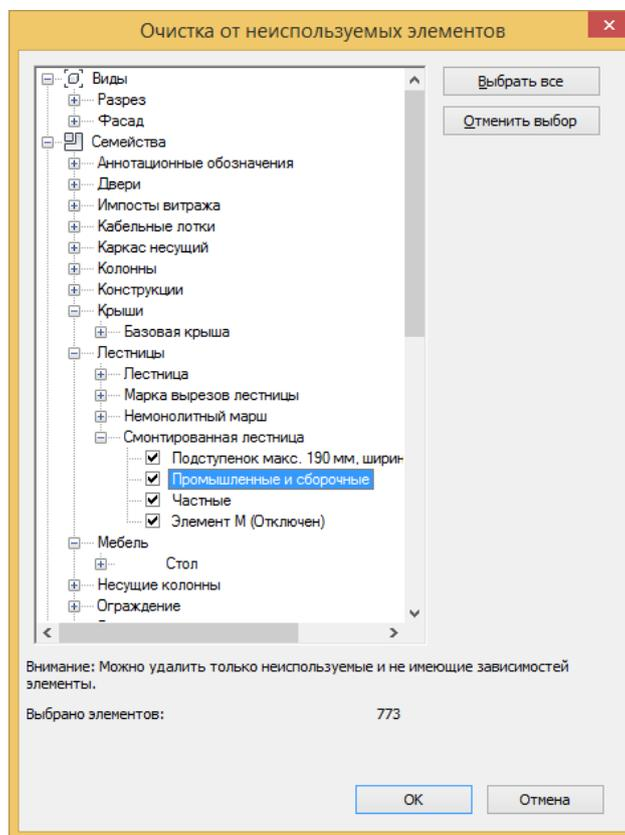

Рисунок 19 – Перечень семейств и их типоразмеров, неиспользуемых в проекте
1. На панели **Управление > Параметры** командой **Удалить неиспользованные** открыть одноименное окно (рис. 19). В нем отображается перечень семейств и их типоразме-